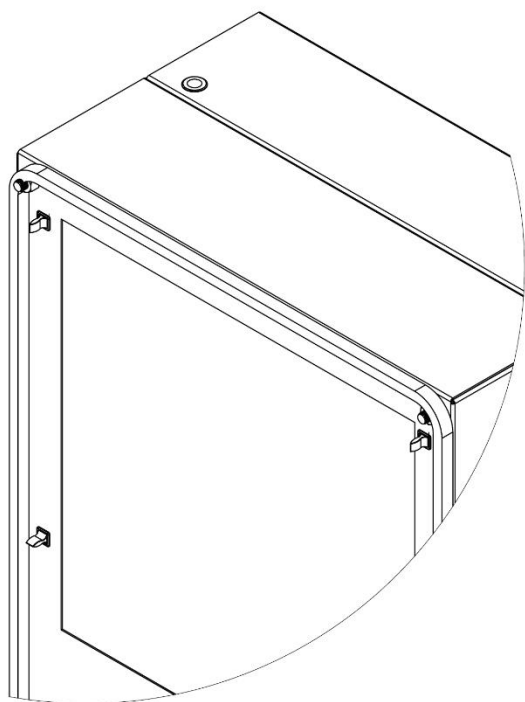

図7
3. ユニット付属のマウントガスケットキットを使用し、ガスケットをエアコンの前面パネルに取り付けます。図7をご覧ください。